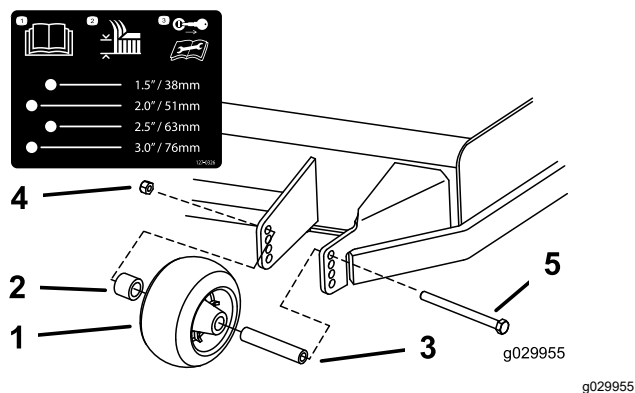
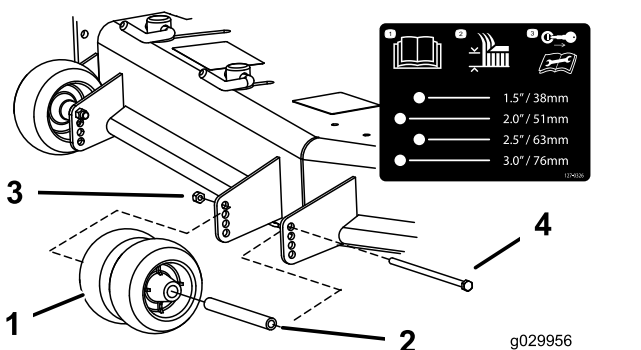
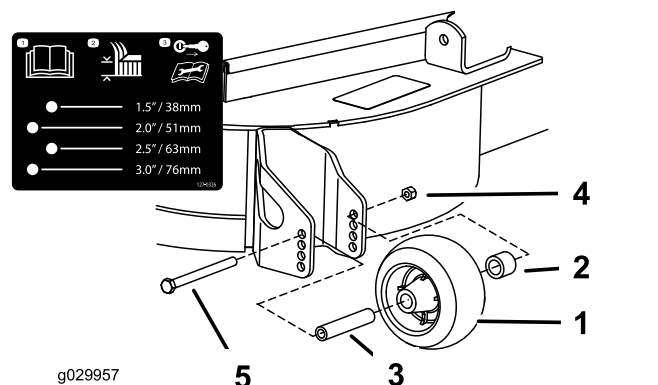

Figure 31
Figure 32
Figure 33
3. Réglez les galets anti-scalp comme montré à la Figure 31, la Figure 32 et la Figure 33.